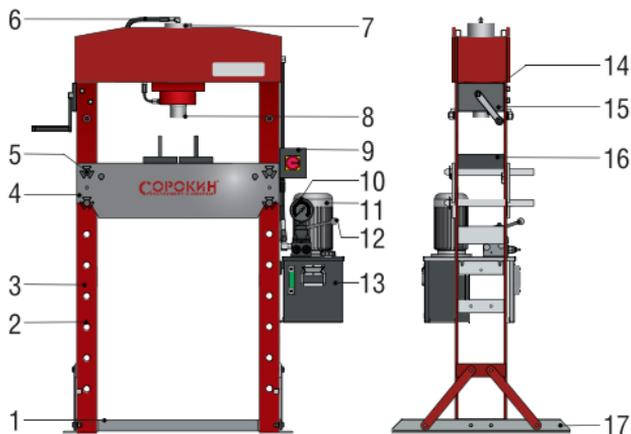

Рисунок 1. Устройство изделия.
1. Установите рабочую платформу (поз. 2., рис. 1) на станину прессы, затем поместите на неё обрабатываемое изделие.